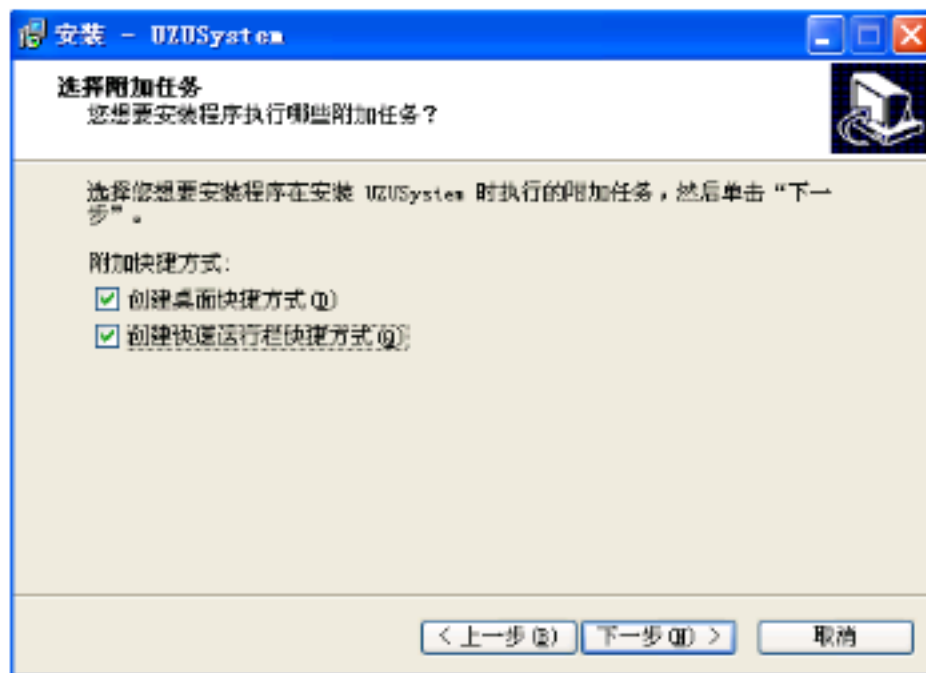

图 17 附加任务选择界面
4. 在开始菜单位置选择界面，安装程序将在文本框列出的开始菜单文件夹中创建程序的快捷方式，要选择不同位置的文件夹，输入新的文件夹名称或单击“浏览”浏览现有的文件夹，选择文件夹后按“下一步”按钮进入附加任务选择界面如图 17。